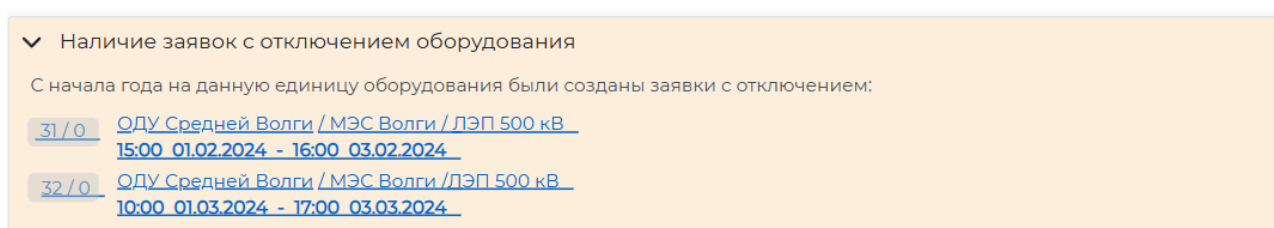

Рисунок 11.37 – Панель «Наличие заявок с отключением оборудования»
- пользователю под панелью инструментов отображается панель «Наличие заявок с отключением оборудования» в развернутом виде (Рисунок 11.37);